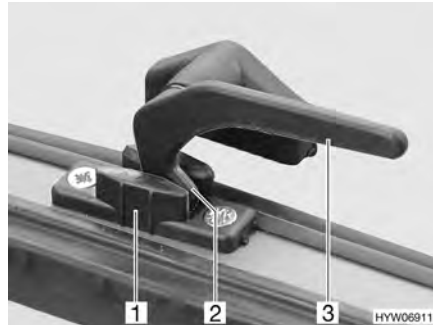
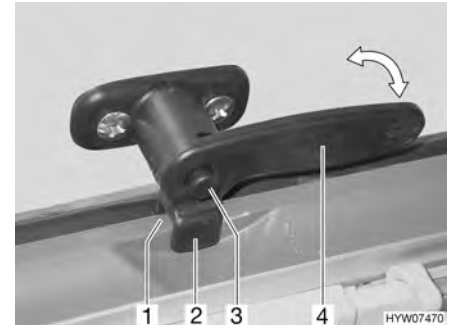

Fig. 61 La palanca de bloqueo sin botón de seguridad en la posición de "ventilación continua"
Fig. 62 La palanca de bloqueo con botón de seguridad en la posición de "ventilación continua"
- En la posición "ventilación continua" (Fig. 61 ó Fig. 62)
- Si es necesario, presionar el botón de seguridad (Fig. 62,3) y mantenerlo pulsado.
- Girar la palanca de bloqueo (Fig. 61,3 ó Fig. 62,4) un cuarto de vuelta hacia la mitad de la ventana.
- Girar de nuevo hacia atrás la palanca de bloqueo. En esto, introducir la saliente de bloqueo (Fig. 61,2) en el rebaje del bloqueo de la ventana (Fig. 61,1), o introducir la horquilla (Fig. 62,2) de la palanca de bloqueo en el bloqueo de la ventana (Fig. 62,1).